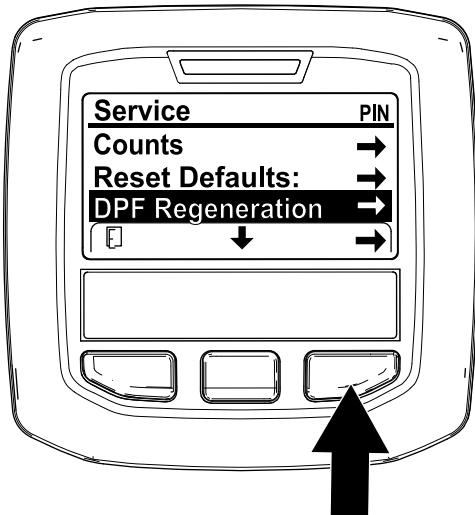

図 28
- 整備 Service メニューから、中央ボタンで下へスクロールして DPF REGENERATION メニューに入る図 28。
- 右側のボタンで DPF Regeneration 再生に入る図 28。